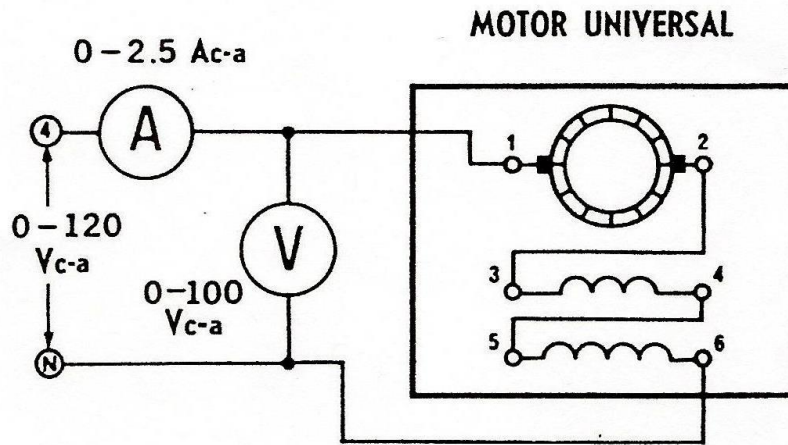

Figura 6.
20. Conecte el circuito para que se opere en c-a, como se ilustra en la figura 6.